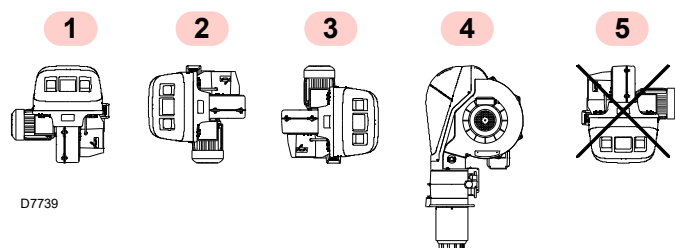

Fig. 8
- O queimador está pré-configurado exclusivamente para o funcionamento nas posições **1, 2, 3 e 4** (Fig. 8).